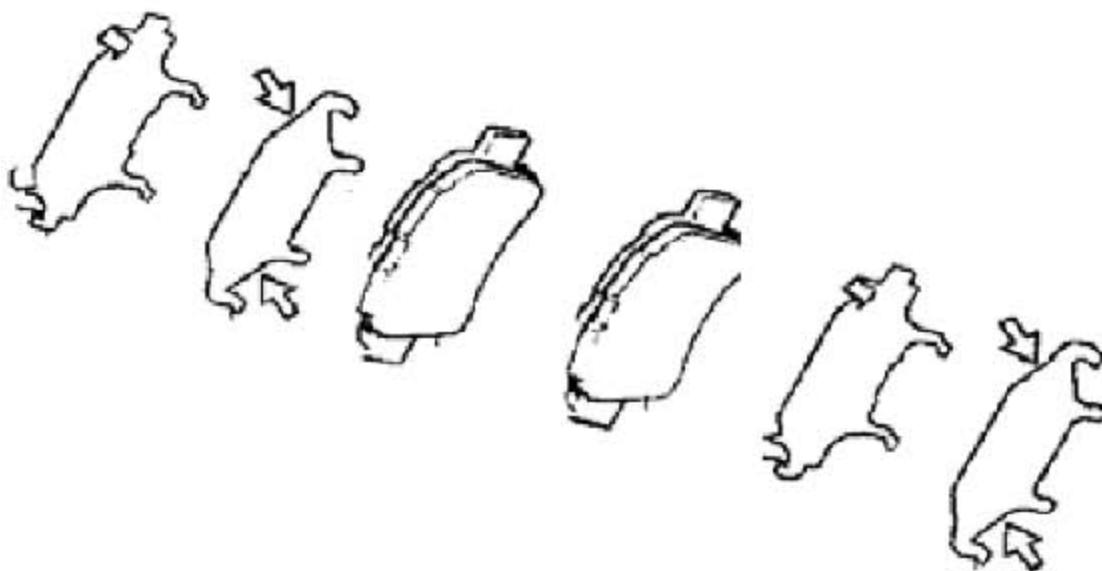

图 3—20
- a). 在每片消音垫片的两侧涂盘式制动润滑脂，如图3—20所示。